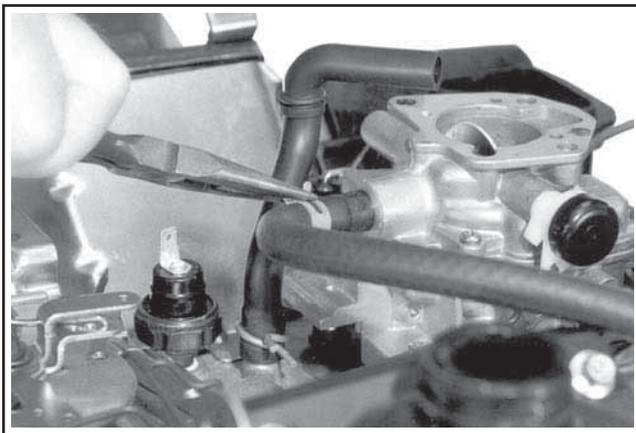

Figure 9-15. Déconnexion du tuyau d'entrée du carburant au carburateur.
1. Déconnecter les tuyaux du carburant au carburateur et le filtre en ligne du carburant. Voir la Figure 9-15.